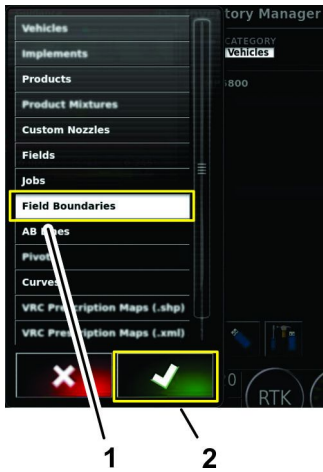

Рисунок 99
6. В списке категорий нажмите на значок категории информации, которую вы хотите экспортировать, и нажмите на значок подтверждения (Рисунок 99).